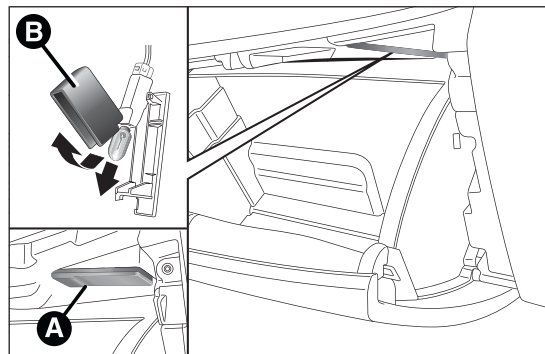

fig. 187
- ouvrir la boîte à gants et extraire le plafonnier A fig. 187 ;